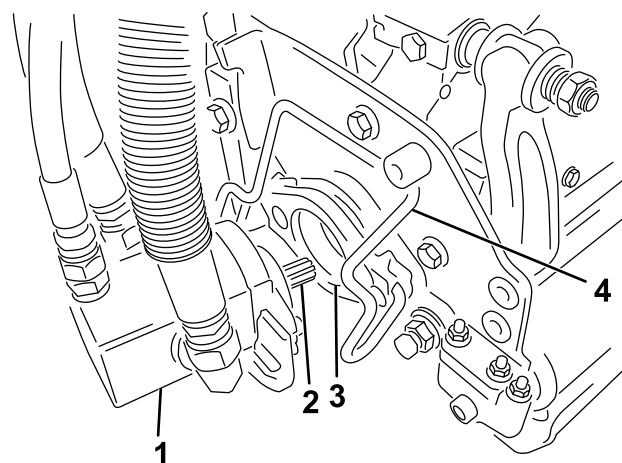

Figura 57
5. Revista o veio estriado do motor da unidade de corte com massa lubrificante limpa (Figura 57).
6. Insira o motor no lado esquerdo da unidade de corte (visto da posição do operador) e empurre a barra de retenção do motor na unidade de corte na direção do motor até ouvir um “clique” de ambos os lados do motor (Figura 57).